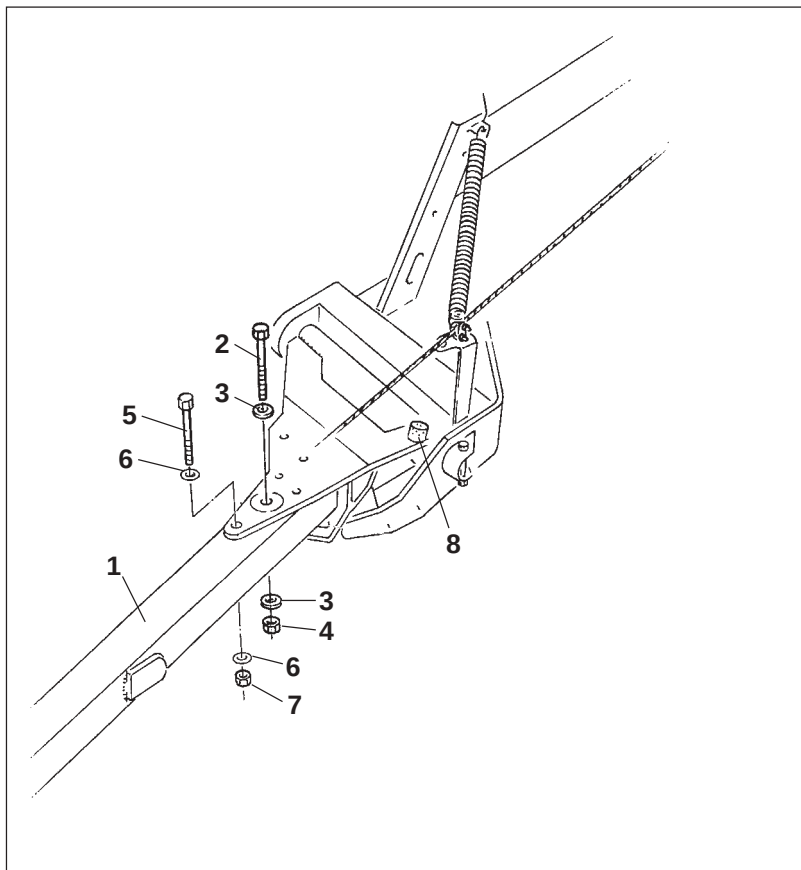
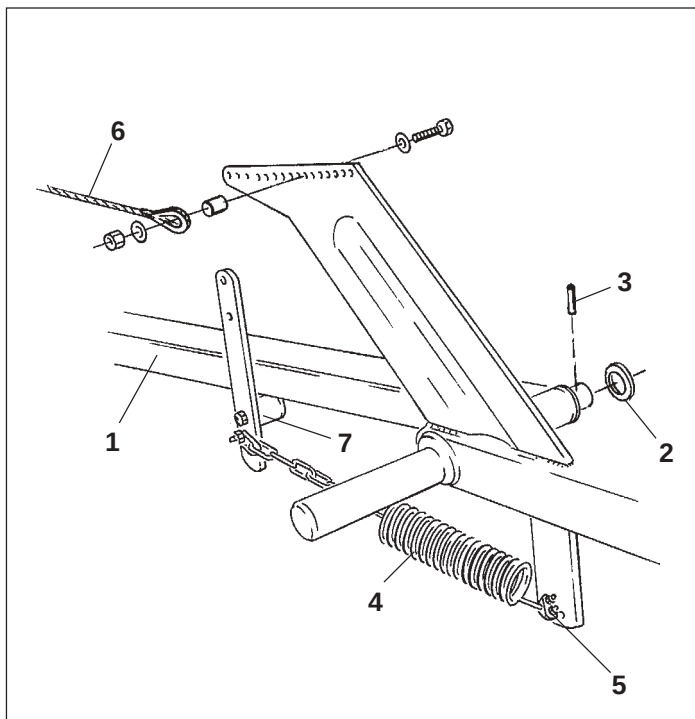

Рис. 10.5
Рис. 10.6
- Прикрутите кронштейн маркера (Рис. 10.5/1) при помощи:
- шестигранного винта M10 x 110, 8.8 DIN 931 (Рис. 10.5/2),
- двух шайб 10,5 x 30 2,5 DIN 9021 (Рис. 10.5/3) и
- контргайки M10, 8 DIN 980V (Рис. 10.5/4).
- шестигранного винта M14 x 100, 8.8 DIN 931 (Рис. 10.5/5),
- двух упругих зажимных шайб 14 DIN 6796 (Рис. 10.5/6) и
- контргайки M14, 8 DIN 980V (Рис. 10.5/7).
- Качающаяся труба (Рис. 10.6/1) крепится на кронштейне маркера при помощи:
- шайбы 36 x 50 x 2 (Рис. 10.6/2) и
- трубчатого разрезного штифта 10 x 50 8 DIN 1481 (Рис. 10.6/3).
- Пружина (Рис. 10.6/4) с цепочкой прикручивается к качающейся трубе маркера и крепится при помощи зажима (Рис. 10.6/5).
- Проволочные тросы (Рис. 10.6/6) крепятся к обоим устройствам автоматического переключения на обоих кронштейнах маркеров в центральном отверстии.
Буфер (Рис. 10.5/8) на кронштейне маркера и буфер (Рис. 10.6/7) на качающейся трубе запрещается снимать и при изнашивании должны сразу же заменяться!